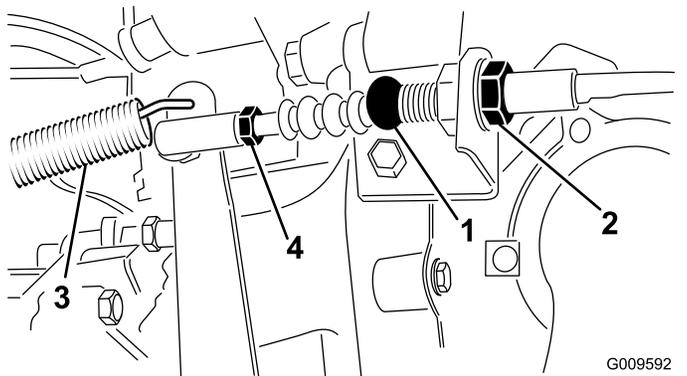

図 70
1. クラッチケーブルをベルハウジング上のブラケットに固定しているジャムナットをゆるめる 図 70。